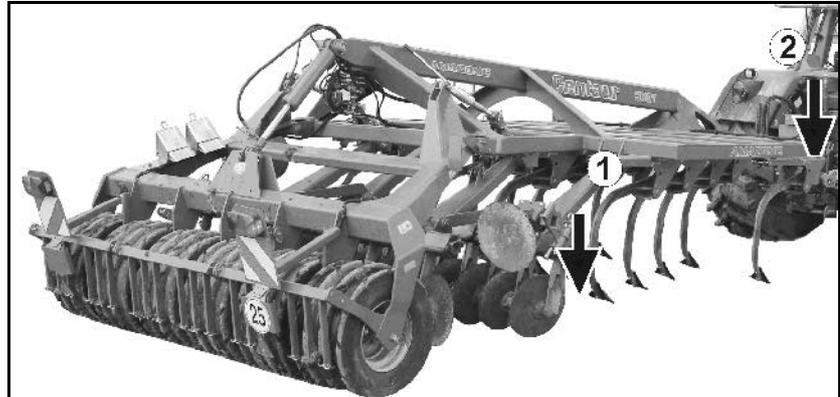

Fig. 63
- Maschine komplett absenken (Fig. 63/1), Vorgewendestellung!
3. Traktor-Unterlenker absenken bis der Rahmen horizontal ausgerichtet ist (Fig. 63/2).